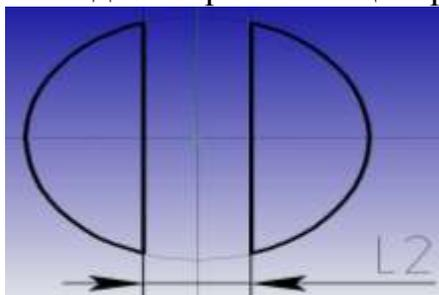

Рис. 8. Эскиз создания двух лысок
4. На торцевой плоскости получившегося цилиндра создайте новый эскиз (рис. 8).
6. Постройте две вертикальные линии, отстоящие от центра на расстояние  $L/2$  и  $-L/2$  ( $L/2$  задается согласно индивидуальному варианту). Обведите полученный контур, как показано на рис. 8